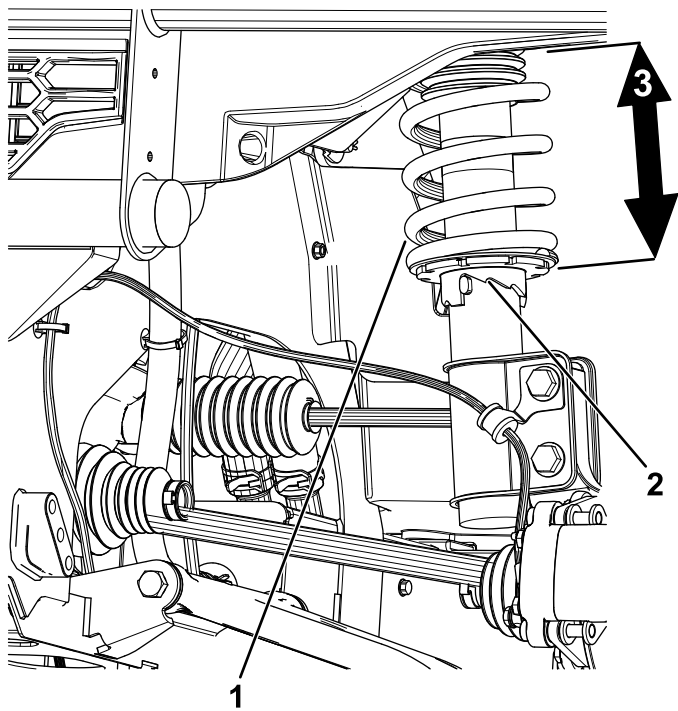

Figura 103
- Si la distancia al suelo no es correcta, utilice la llave con ajuste de muelle para girar el collarín del amortiguador y alinear la rueda (Figura 103).